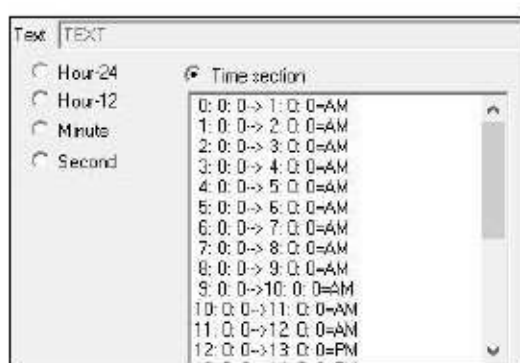

Figure 4-46 Section de temps
- Time Section : Lorsque cette option est sélectionnée, une définition de paramètre temporel apparaît automatiquement dans la boîte de dialogue. Comme le montre la figure 4-46, les utilisateurs peuvent directement choisir le format qu'ils préfèrent.